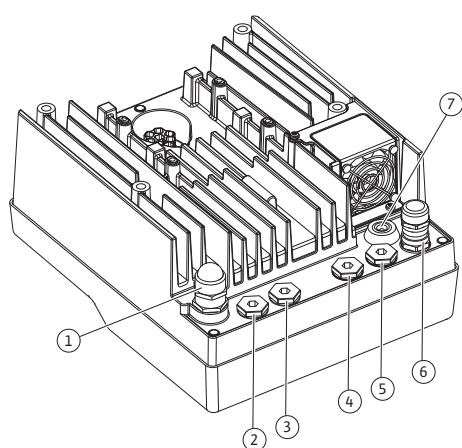

Fig. 19: Kabelschroefverbindingen/kabeldoorgangen
4. Leid de aansluitkabel door de kabelschroefverbinding M25 (Fig. 19, pos. 1). Draai de kabelschroefverbinding met het voorgeschreven draaimoment vast.